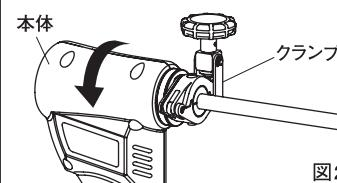

図21
- ①クランプに本体を取付けた時と反対の手順でクランプから本体を外してください。(図21)